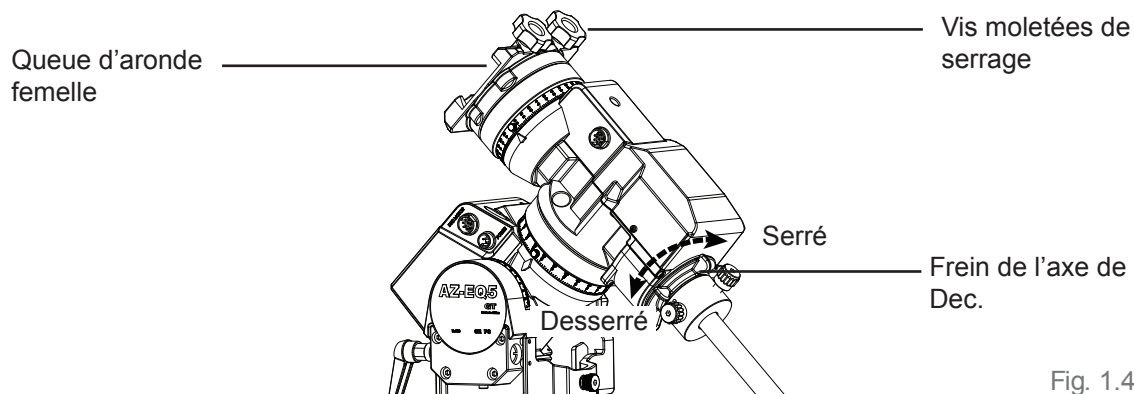

Fig. 1.4
2. Desserrez le frein de l'axe de Dec. et tournez l'axe de façon à placer la queue d'aronde femelle à l'horizontale, les vis moletée de serrage vers le haut (Fig. 1.4). Resserrez le frein de l'axe de Dec.